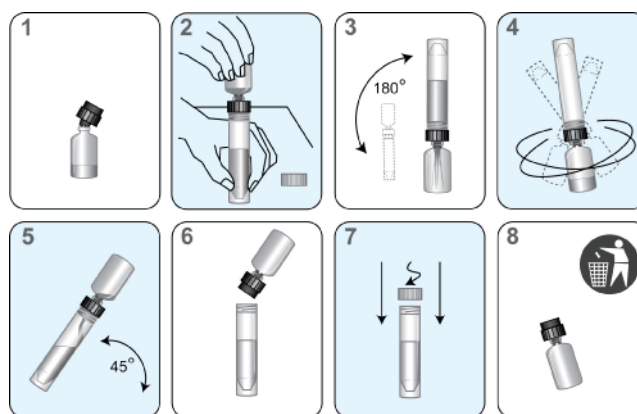

Figura 5. Procesul de reconstituire a reactivilor
- ii. Introduceți cu fermitate capătul crestă al colierului de reconstituire (negru) pe fiolă (Figura 5, Etapa 1).
- iv. Amplasați flaconul cu soluție de reconstituire pe o suprafață stabilă (de exemplu, masa de lucru). Apoi răsturnați flaconul de reactiv liofilizat peste flaconul cu soluție de reconstituire și fixați bine colierul pe flaconul cu soluție de reconstituire (Figura 5, Etapa 2).
- v. Răsturnați lent ansamblul de flacoane (fiola atașată la flaconul cu soluție) pentru a permite scurgerea soluției în fiola din sticlă (Figura 5, Etapa 3).
- vi. Ridicați flacoanele asamblate și rotiți-le timp de minimum 10 secunde (Figura 5, Etapa 4).
- c. Înclinați lent, din nou, ansamblul de flacoane, pentru a permite ca toată soluția să se scurgă înapoi în flaconul cu soluție de reconstituire (Figura 5, Etapa 5).
- d. Scoateți cu atenție colierul de reconstituire și fiola din sticlă (Figura 5, Etapa 6).
- e. Puneți la loc capacul pe flacon. Înregistrați inițialele operatorului și data reconstituirii pe etichetă (Figura 5, Etapa 7).
- f. Aruncați colierul de reconstituire și fiola din sticlă (Figura 5, Etapa 8).